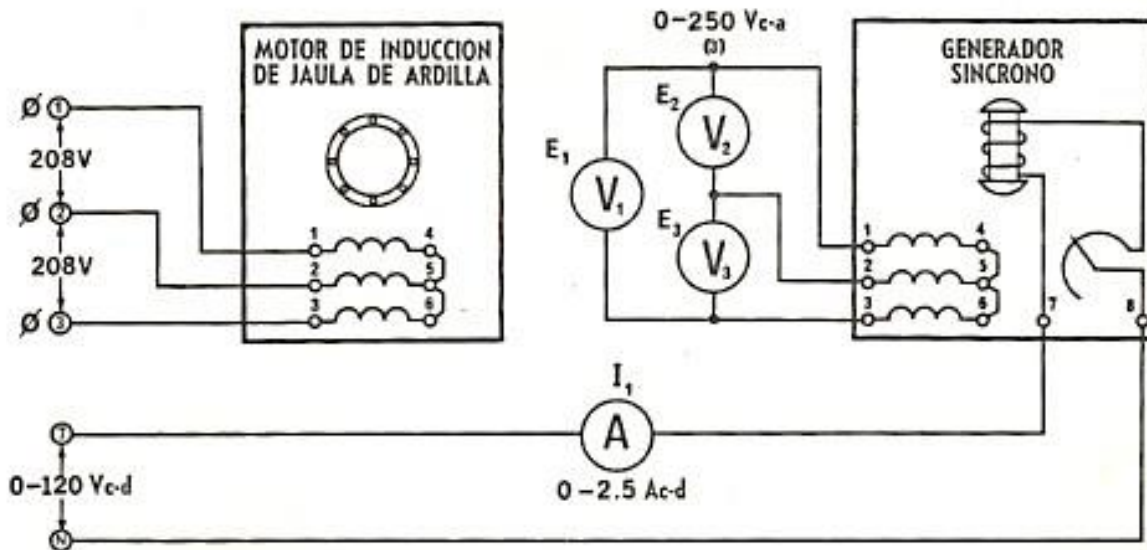

Figura 1
1. Conecte el circuito ilustrado en la figura 1, usando los **Módulos EMS de motor/generador síncrono, motor de jaula de ardilla, fuente de alimentación y medición**. El motor de jaula de ardilla se usará para impulsar el motor/generador síncrono como alternador; durante este **Experimento de Laboratorio**, se supondrá que tiene velocidad constante. Observe que el motor de jaula de ardilla está conectado a la salida fija de 208 V, 3 ϕ de la fuente de alimentación, terminales 1, 2 y 3. El rotor del alternador va conectado a la salida variable de 0-120 Vc-d de la fuente de alimentación, terminales 7 y N.